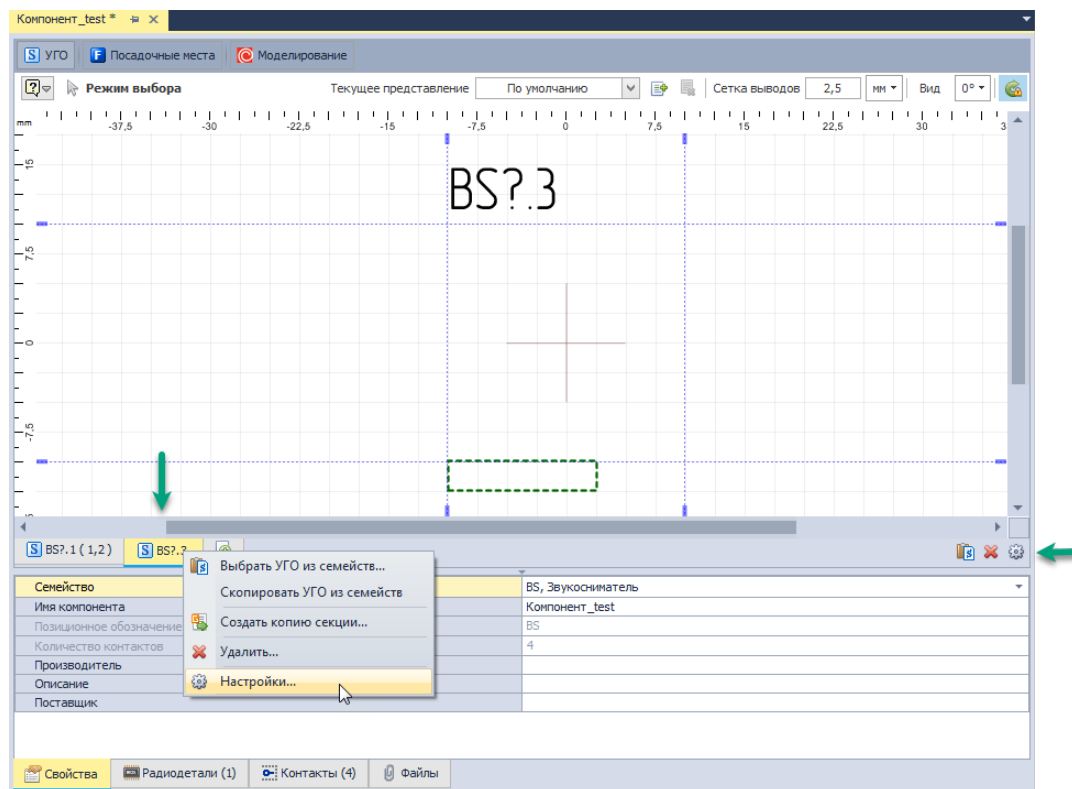

Рис. 223 Вызов настроек секций
1. Вызовите окно настроек из контекстного меню секции, либо с помощью кнопки , расположенной в правой части редактора, см. Рис. 223.